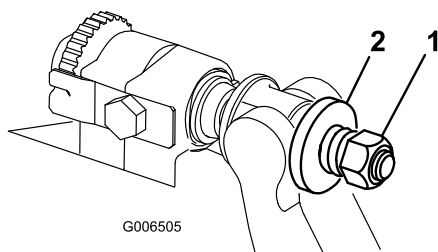

Figura 32
3. Serrate il dado di tensione della molla finché la molla non si piegherà, quindi allentate di 1/2 giro (Figura 32).